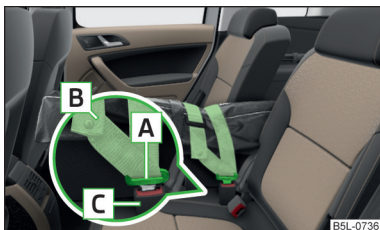

Fig. 95
- Insérez les languettes **A** » fig. 95 dans les boucles de ceinture de sécurité du milieu **C**, d'abord d'un côté et ensuite de l'autre.